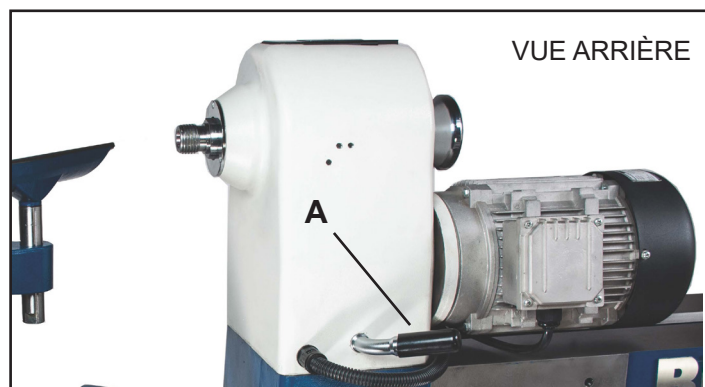

FIG. 14
**D. POIGNÉE DE BLOCAGE DE LA POUPÉE FIXE : (FIG. 14, A)** Le levier arrière bloque la poupée fixe en place sur le bâti du tour. Pour pivoter la poupée fixe sur le bâti, libérer le levier, puis resserrer le levier une fois la poupée fixe repositionnée.